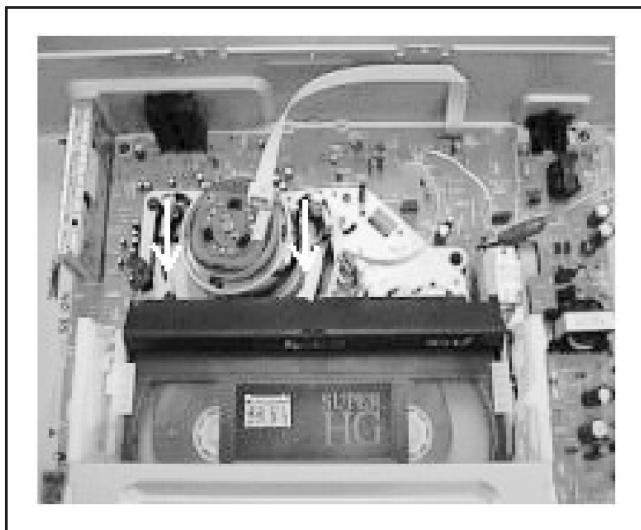

Fig. S3
- a) Pare o motor de carregamento quando os postes estiverem descarregados como mostra a fig. S3.